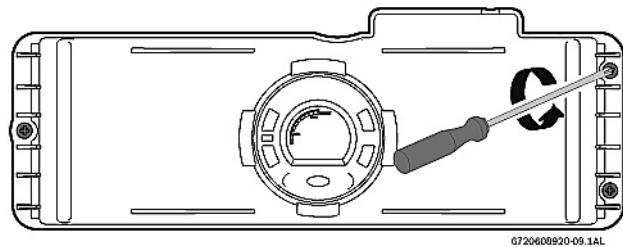
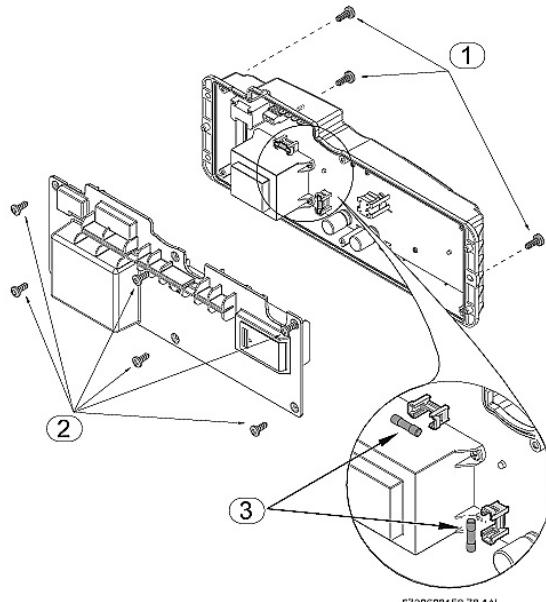

Fig. 56
Fig. 57
- Schroef de drie vijzen van de frontplaat van de schakelkast los (fig. 56 en 57, pos. 1).
- Desserrer trois vis sur le panneau frontal du boîtier électrique (fig. 56 et fig. 57, pos. 1).
- ▶ Trek de schakelkast naar voor om de 6 vijzen aan de achterzijde te kunnen losschroeven (fig. 57, pos. 2).
- ▶ Na controle van de zekeringen (fig. 57, pos. 3) alle bestanddelen in omgekeerde volgorde terug inbouwen.
- ▶ Tirer le boîtier électronique afin d'accéder aux six vis situées sur la partie arrière et les retirer (fig. 57, pos. 2).
- ▶ Après avoir vérifié les fusibles (fig. 57, pos. 3), procéder à l'assemblage de tous les composants dans l'ordre inverse.